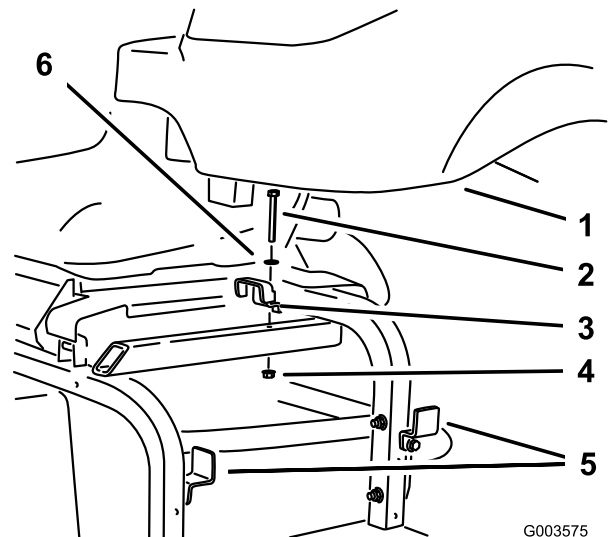

Bild 7
9. Nehmen Sie die obere Hydraulikbehälterhalterung vom Maschinenrahmen ab und lösen Sie die zwei Halterungen an der Seite des Rahmens. (Bild 7). Nehmen Sie den Behälter ab und bewahren Sie die Befestigungen auf.